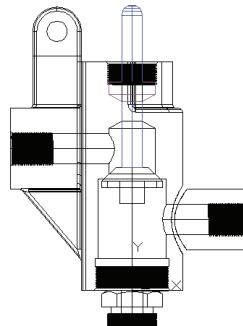

图 11-167 旋转压紧螺母后的图形
4) 旋转视图：单击“修改”工具栏中的“旋转”按钮 $\textcircled{O}$ ，将压紧螺母绕坐标原点旋转，旋转角度为“180°”。结果如图 11-167 所示。